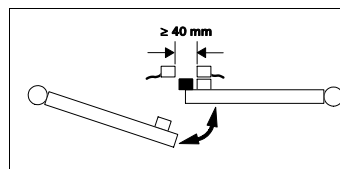

Fig. 7 : Exemple de montage sur des portes battantes
- Distance minimale entre deux interrupteurs de sécurité magnétiques voisins : 40 mm. Pour les portes à battant, l'actionneur doit être monté du côté du battant de fermeture (Fig. 7).